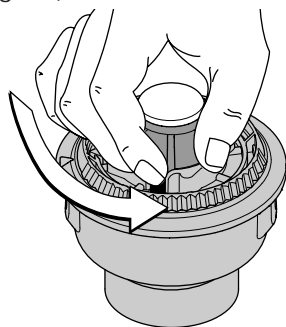

Fig. 26
1. Tenez la bobine extérieure et dévissez le bouton de butée à gauche (Fig. 26).